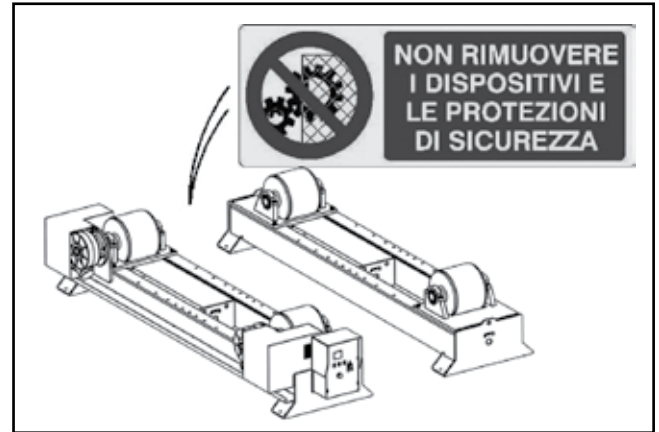

Abb. 13
13) Es ist verboten, die Schutz- und Sicherheitsvorrichtungen zu entfernen oder zu öffnen während die Maschine läuft. (Abb. 13)